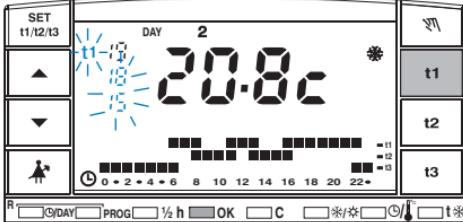

fig. 3
b) Para fijar sólo el valor máximo de temperatura: presionar la tecla **t1**; en el display el valor de **t1** se bloquea y el símbolo **t1** que está al lado parpadea. Presionar **OK** para confirmar (fig. 3): el cronotermostato vuelve al programa que se está utilizando.